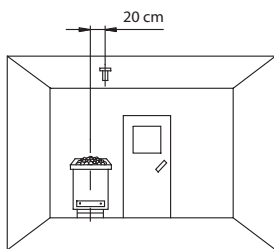

Abb. 7
Beachten Sie bitte, dass sich nachfolgende Maßangaben auf die Werte beziehen, die bei der Geräteprüfung nach EN 60335-2-53 vorgegeben wurden. Grundsätzlich muss der Ofenfühler an der Stelle montiert werden, an der die höchsten Temperaturen erwartet werden. Einen Überblick über den Montageort des Fühlers geben Ihnen die Abb. 7 - 9.
1. Der Ofenfühler wird in Kabinen bis zu der Größe von 2 x 2 m gemäß Abb. 7 und 8 montiert, in größeren Kabinen gemäß Abb. 7 und 9 montiert.